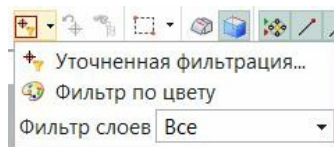
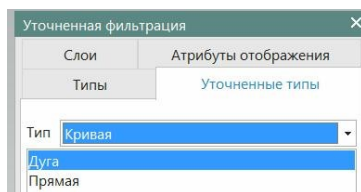

Рис.43
рис.44
- Сначала в панели выбора вызываем команду *Уточненная фильтрация* (рис.43). Появляется окно рис.44, в котором мы уточняем, что нам нужен тип примитива – *кривая*, а конкретно - *дуга*.